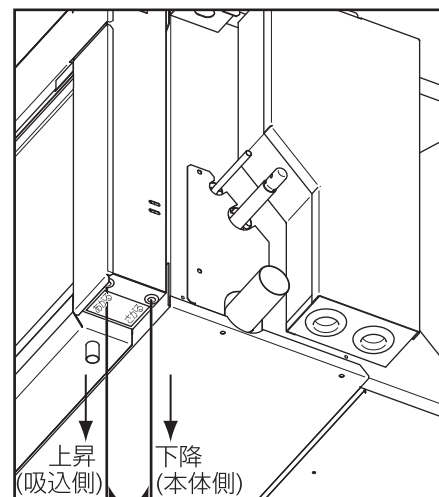

図8
2. フィルターを下降させる：本体に近い方のチェーンを引張る。(図8)
フィルターを上昇させる：吸込側のチェーンを引張る。(図8)